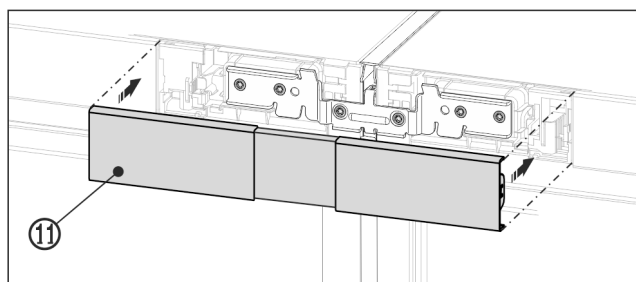

Fig. 24 Zobrazení příkladu
- Horní kryt Fig. 24 (11) zatlačte do západek ještě otevřeného prostoru mezi oběma ovládacími panely. Dbejte na to, aby vnější strany krytu lícovaly s krytkami ovládacích panelů.